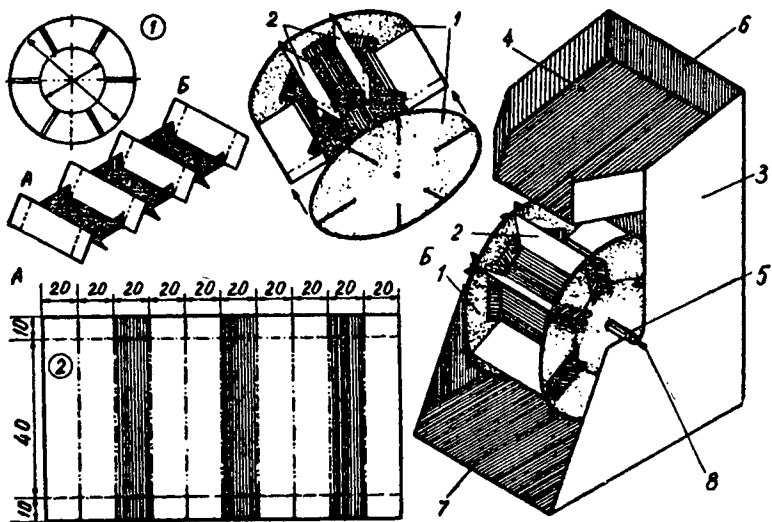

Рис. 16
### Водяное колесо (рис. 16)
1. Из тонкого картона или плотной бумаги вычертите два круга диаметром 80 мм, две полосы длиной 200 мм и шириной 60 мм, одну полосу можно взять длиной 380 мм (рис. 16).
2. Чтобы разметить круги (рис. 16, дет. 1), надо разделить окружность круга на 6 равных частей радиусом этого же круга. (Окружность можно разделить и на большее количество частей, тогда полосу следует расчертить по-другому.) Каждую точку разметки окружности соединяют с центром. Из центра круга радиусом 20 мм проводят внутреннюю окружность. В кругах намечают толстыми линиями прорези шириной 1 мм (рис. 16, дет. 1).
4. После этого расчерчивают полосы, как показано на чертеже 2 (рис. 16). Вырезают, делают надрезы, прорабатывают сгибы и сгибают полосы *АВ*, как показано на рисунке.
6. Концы прямоугольника, сложенные вдвое, вставляются в прорезы кругов (рис. 16) и раздвигаются (рис. 16). Концы промежуточных прямоугольников при этом должны быть отогнуты вверх.
Наливное водяное колесо требует, чтобы вода подавалась сверху. Легко и просто проверить действие водяного колеса под краном или же сделать предлагаемую здесь стойку с направляющим «руслом» для воды (рис. 16). Ее нужно склеить из деталей 3, 4, 6, 7, чертежи которых даны в пособии на рисунке 17. Стойку делают из тонкого картона или плотной бумаги. Чтобы изделие было более долговечным, колесо и стойку пропитывают растопленным воском или парафином или покрывают их несколькими слоями масляного лака, красят 2—3 раза эмалевой или нитрокраской. В крайнем случае можно просто все изделие пропитать каким-либо маслом.
Ось с колесом и втулками вставляется в специальные прорези в стенках стойки (рис. 16). Воду льют на верхнюю часть стойки — в направляющее «русло». Водяное колесо приходит в движение. Здесь используется сила тяжести воды, как в старинных мельницах, когда около нее делали запруду (плотину) для поднятия воды.